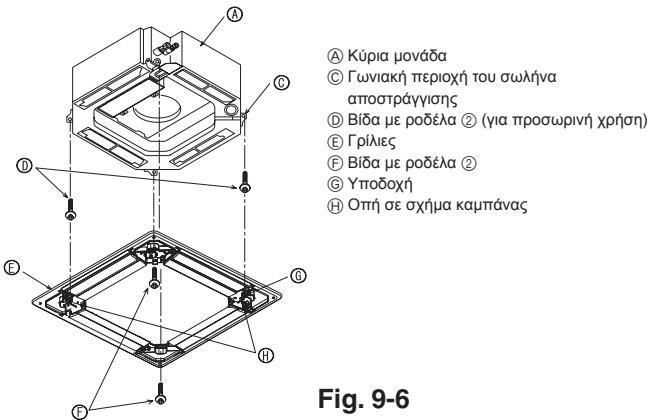
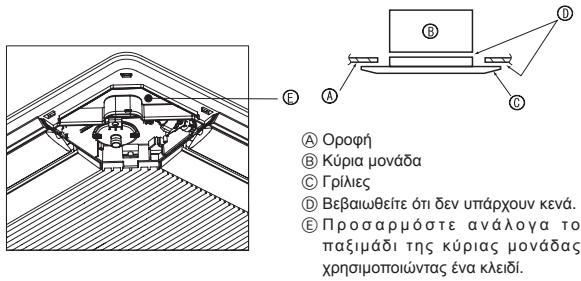

Fig. 9-6
Fig. 9-7
9.4.2. Προσωρινή εγκατάσταση (Fig. 9-6)
- Ασφαλίστε προσωρινά τη γρίλια χρησιμοποιώντας τις τρύπες που έχουν μορφή κουδουνιού τοποθετώντας την υποδοχή της γρίλιας με τη σήμανση ⑥ στην γωνιακή περιοχή αποστράγγισης σωλήνα στην κεντρική μονάδα.
9.4.3. Πώς στερεώνονται οι γρίλιες (Fig. 9-7)